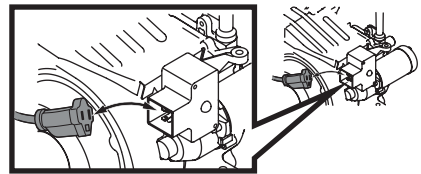

Figura 9
1. Figura 9 en la página 28.
3. Enchufe un cable prolongador en la entrada del arrancador eléctrico ubicada en la superficie del motor. Conecte el otro extremo del prolongador a un tomacorriente de CA, 120 voltios de tres patas con conexión a tierra en un área bien ventilada (Figura 9).